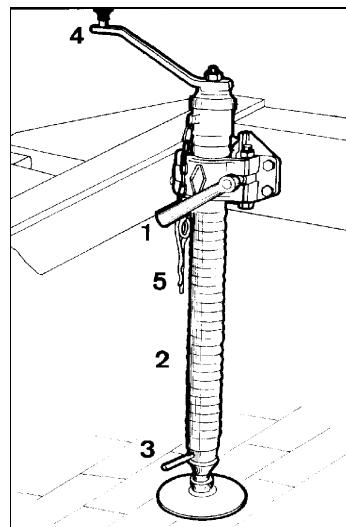

Fig. 1
- Hacer entrar la pata de apoyo retráctil por la manivela 4 (Fig. 1).